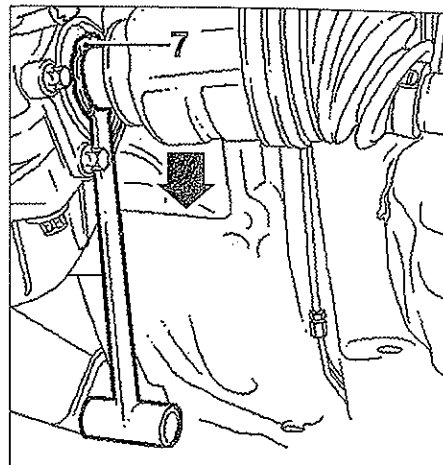

FIG. 2
- Colocar el útil (7) de centrado Opel (ref: KM-6332) (fig. 2).
- Cuando las estrías del eje han dejado pasar el útil, tirar de éste hacia abajo (fig. 2).